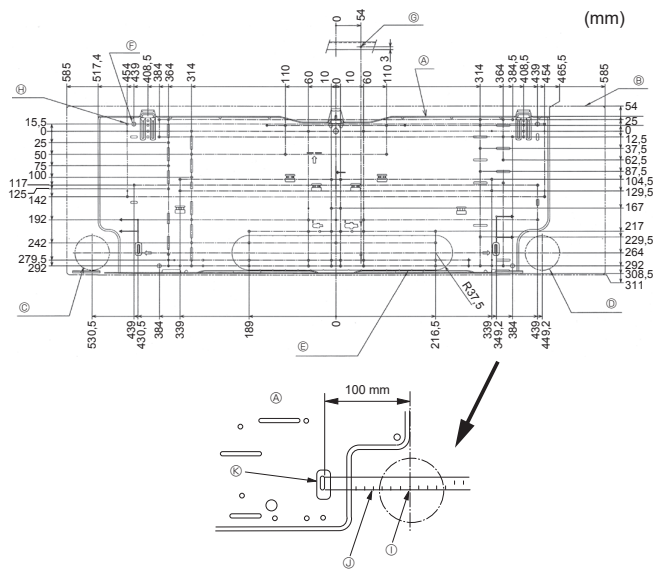

Abb. 3-2
①	Montageplatte	1	Hinten am Gerät anbringen
②	Blechschraube 4 x 25	7
③	Filzband	2
④	L-förmiges Anschlussrohr	1
⑤	Auffüllmutter	1
⑥ *	Schnurlose Fernbedienung	1
⑦ *	Fernbedienungshalter	1
⑧ *	Alkali-Batterien (Typ AAA)	2
⑨ *	Blechschraube 3,5 x 16	2
⑩	Distanzstück	1	Verpackungsmaterial verwenden
3.2. Anbringung der Wandbefestigungen (Abb. 3-2)